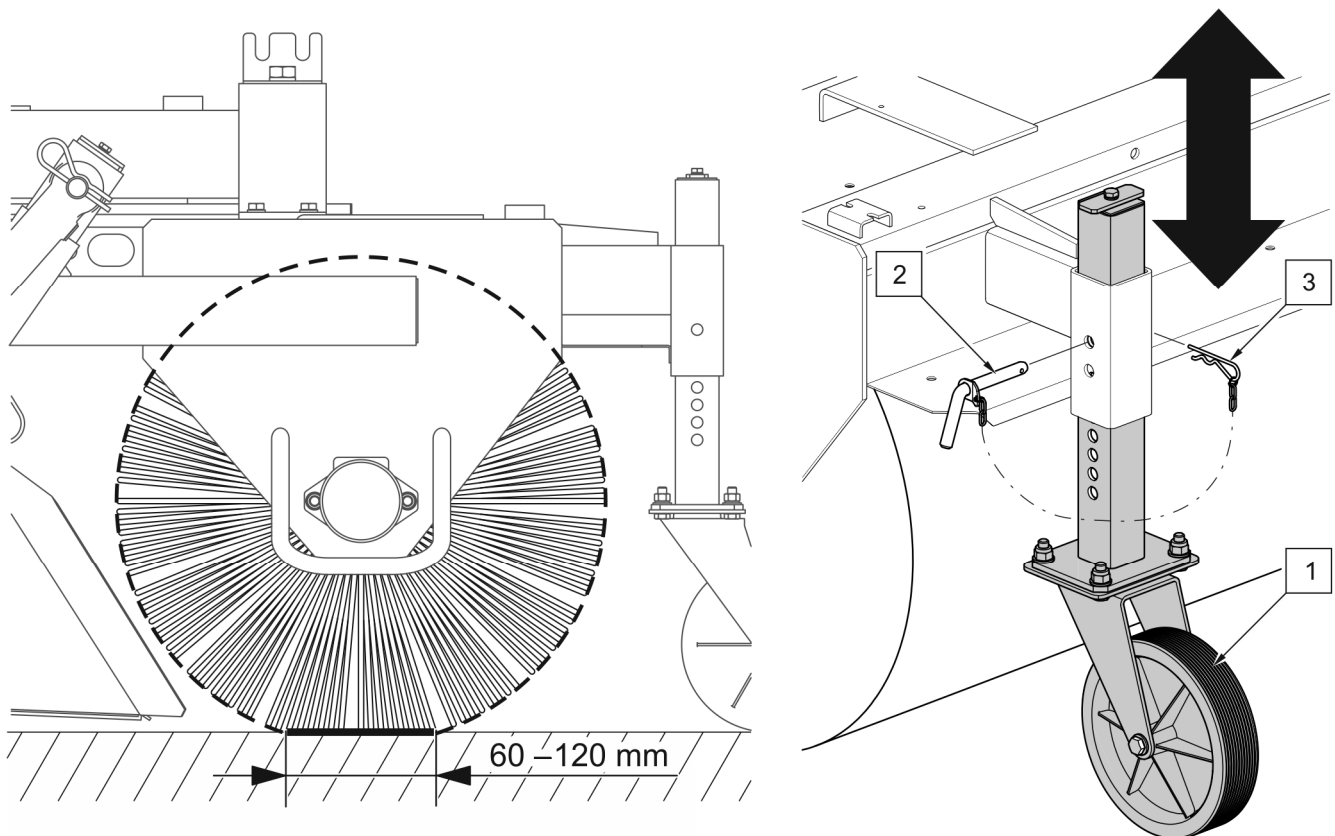

РИСУНОК 5.1 Регулювання тиску циліндричної щітки
Налаштування роликової щітки завжди слід виконувати разом із налаштуванням бака для сміття (не стосується підмітальної машини без бака для сміття). Відрегулюйте щітку відповідно до її зносу. Притискна поверхня циліндричної щітки до землі повинна бути в межах (від 60 до 120 мм) (РИСУНОК 5.1). Тиск можна встановити індивідуально в залежності від ступеня забруднення землі.
(1) - опорне колесо; (2) - шпилька; (3) - стопорний шплінт
Тиск встановлюється регулюванням положення опорних коліс (1) в їх напрямних (РИСУНОК 5.1) і здійснюється наступним чином:
- витягніть запобіжний шплінт (3) і шпильку (2),
- підніміть або опустіть колесо (3) у напрямній так, щоб отвори були коаксіальними,
- вставте шпильку (2) у відповідний отвір і закріпіть її шплінтом (3),